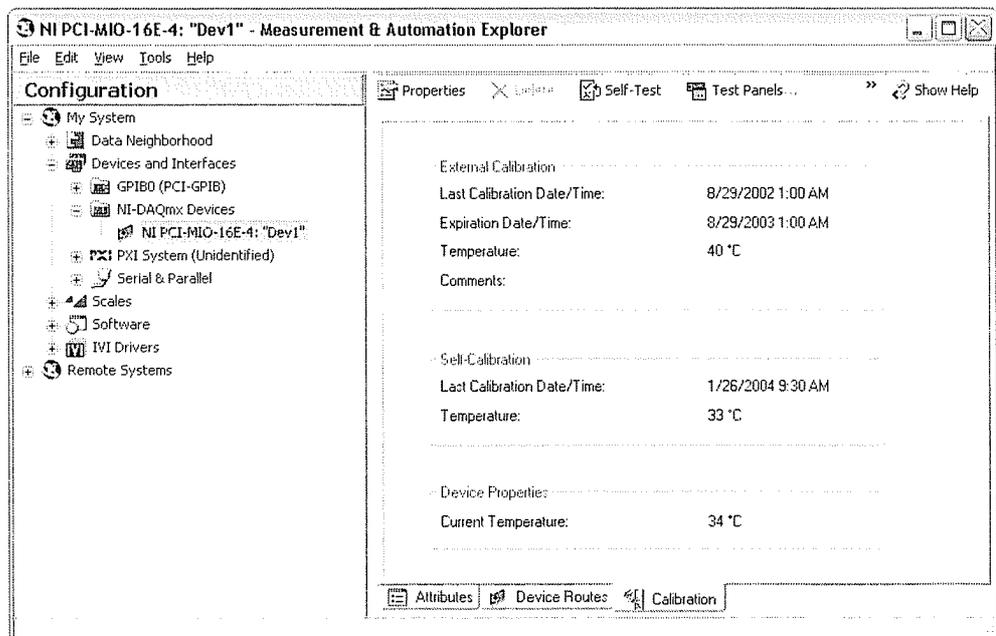

Figura 8-6. Calibración
7. Seleccione la ficha **Calibration**, como se muestra en la figura 8-6, para ver información sobre la última vez que se calibró el dispositivo interna y externamente.